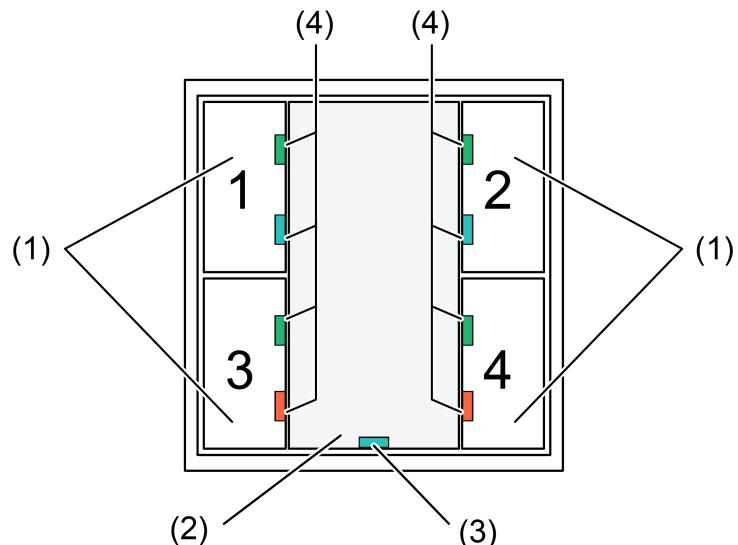

Bild 1: Frontansicht Stetigregler-Modul 2fach
- Die Design-Bedienflächen einzeln auf das Gerät setzen. Anordnung der Design-Bedienflächen siehe "Geräteaufbau" (Bild 1)